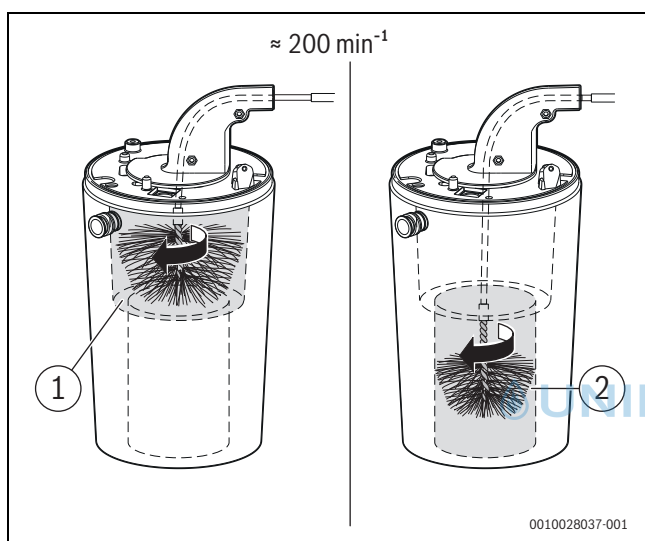

Bild 21 Wärmeblock reinigen (ca. 200 min⁻¹, nur Rechtslauf)
- ▶ Mit kleiner Bürste für den unteren Bereich wiederholen (→ Bild 21, [2]).